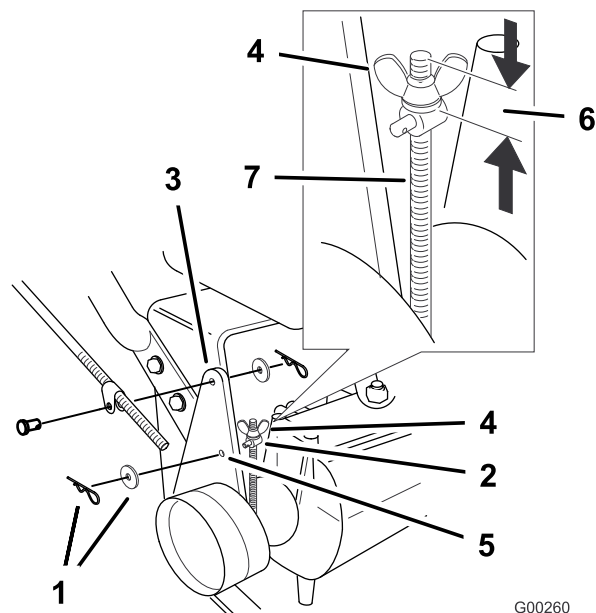

Figure 41
Remarque: Pour le réglage initial, ajustez l'écrou à oreilles jusqu'à ce qu'il soit à 32 mm du haut de la tige (Figure 41).
6. Pour régler le frein, enlevez la goupille fendue et la rondelle du levier et du tourillon (Figure 41).
9. Placez le tourillon dans le trou F (Figure 41).
10. Fixez le tourillon au levier de frein à l'aide de la rondelle et de la goupille fendue (Figure 41).